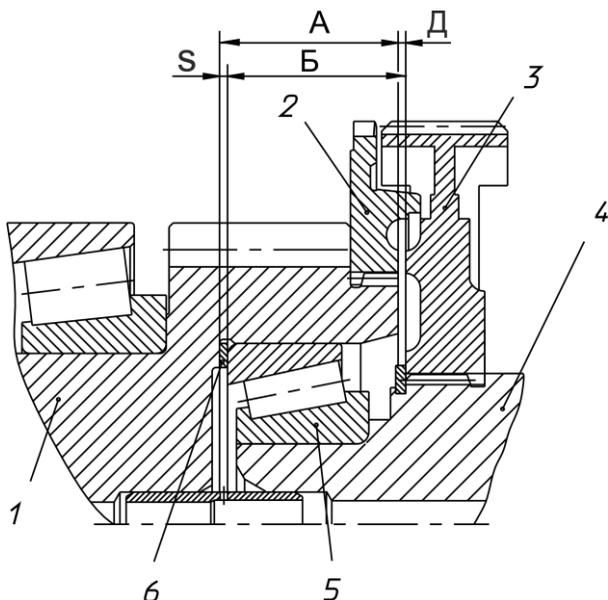

Рисунок 14 – Подбор толщины регулировочной прокладки:
1. Рассчитать номинально необходимой размер толщины регулировочной прокладки для обеспечения взаимного расположения первичного и вторичного валов с монтажным размером $D = 0,25$ мм (рисунок 14) для чего: